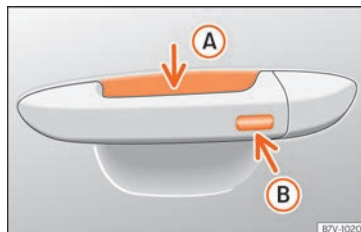

Fig. 150 Manecilla de la puerta: superficies sensoras.
- Mantenga un dedo durante algunos segundos sobre la superficie sensora de bloqueo »» fig. 150  de la manecilla de la puerta para que se cierre el techo. Si deja de tocar la superficie sensora se interrumpe la función de cierre.